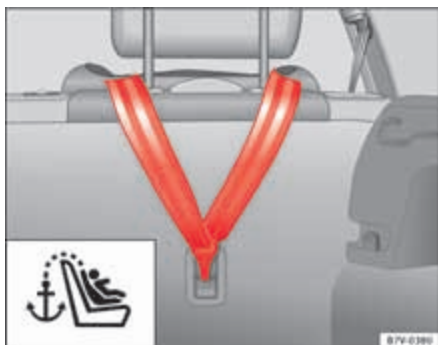

Fig. 28 Cinturón de fijación superior enganchado en el maletero.
- Enganche el cinturón superior de fijación en el reverso del respaldo del asiento trasero en la anilla de fijación correspondiente (para TOP TETHER) del respaldo ⇒ **fig. 28.**